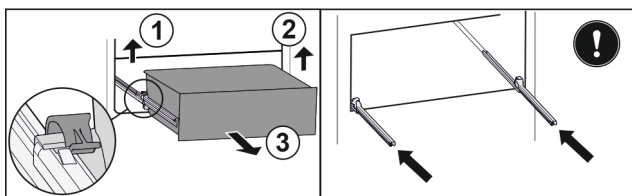

Fig. 36
- ▶ Linker klem optillen en gelijktijdig lade links naar voren trekken. Fig. 36 (1)
- ▶ Rechter klem optillen en gelijktijdig lade rechts naar voren trekken. Fig. 36 (2)
- ▶ Lade naar voren toe verwijderen. Fig. 36 (3)